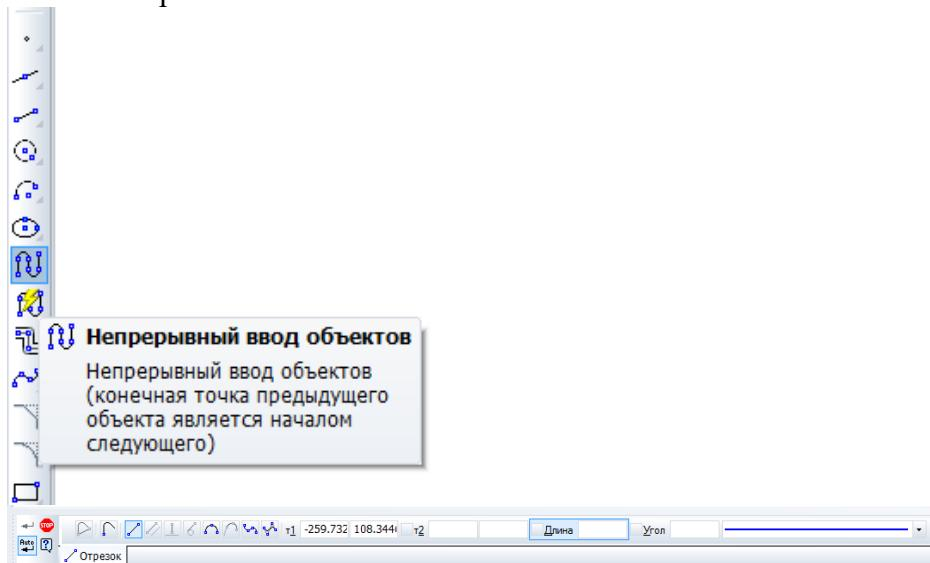

Рис. 1.9. Панель *Непрерывный ввод объектов*
2. Активизируйте команду *Непрерывный ввод объектов*, рис. 1.9. Параметры отрезка при его создании и редактировании отображаются в отдельных *полях Строки параметров*: два поля координат X и Y начальной (p1) и конечной (p2) точек, поле длины отрезка (ln), поле его угла наклона (an), поле стиля отрезка.